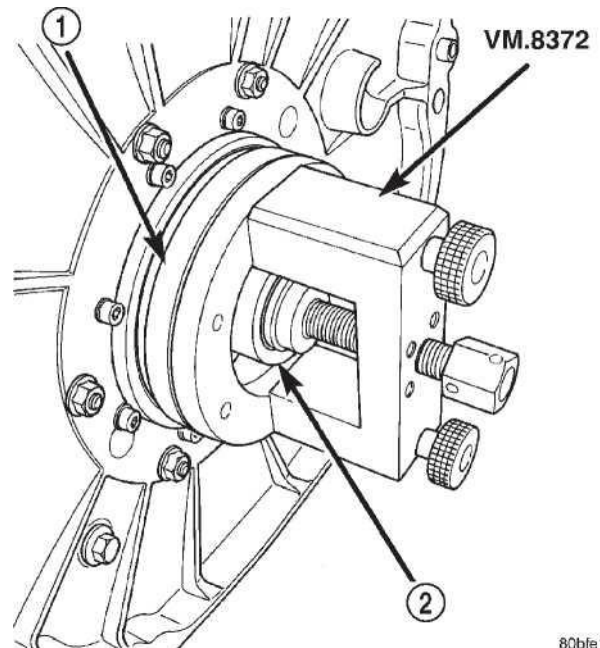

Fig.108 VM-8372
(2) Установите специальный инструмент VM-8372 на flexplate ступице адаптера (Рис. 108).